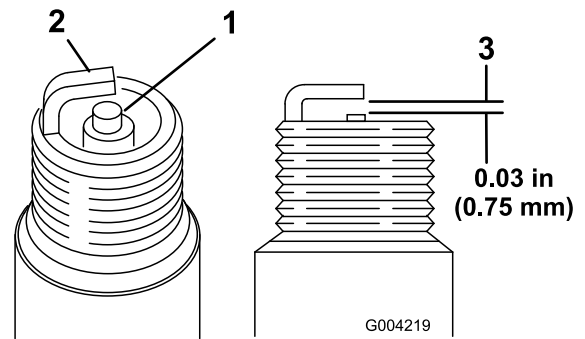

Bild 50
1. Sehen Sie sich die Mitte der Zündkerzen an (Bild 50). Wenn der Kerzenstein hellbraun oder grau ist, ist der Motor richtig eingestellt. Eine schwarze Schicht am Kerzenstein weist normalerweise auf einen schmutzigen Luftfilter hin.
2. Prüfen Sie den Abstand zwischen den mittleren und seitlichen Elektroden (Bild 50).
3. Verbiegen Sie die seitliche Elektrode (Bild 50), wenn der Abstand nicht stimmt.